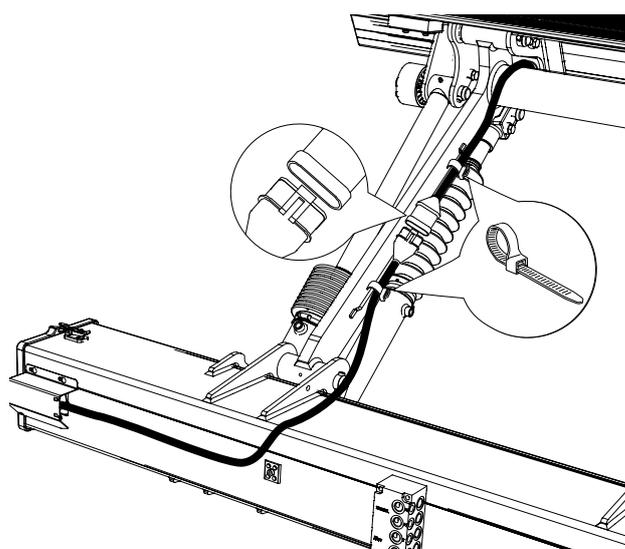

Abbildung 59. Anbringung der Verkabelung
2. Verlegen Sie dann das Kabel und befestigen Sie es mit Kabelbindern gemäß Abbildung 59.